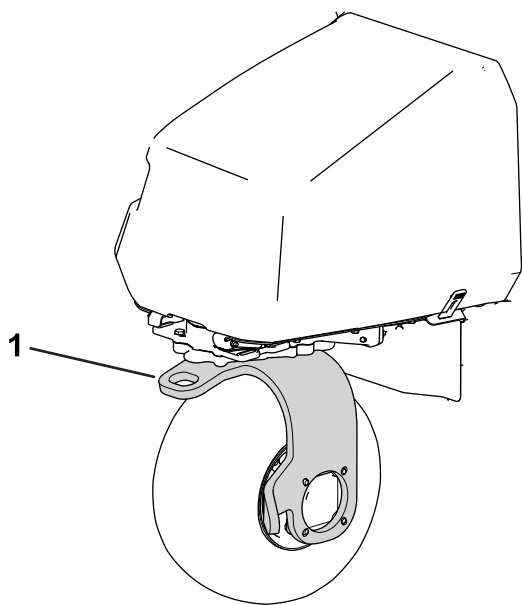

Figura 31
11. Utilizați furca cu role spate pentru a tracta maina (Figura 31).